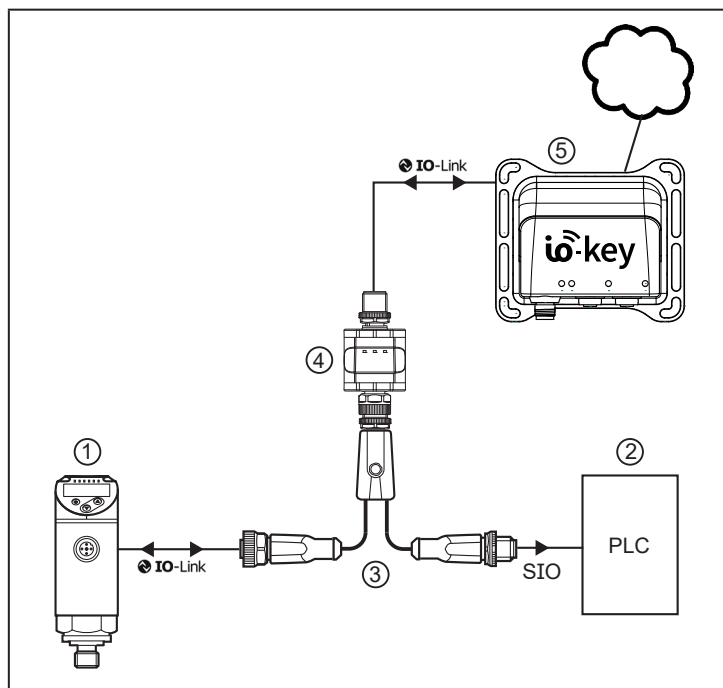

Fig. 4.2 : Exemple d'une intégration dans le système
Dans la configuration selon fig. 4.2, le répartiteur de données (4) met l'appareil IO-Link (1), initialement opéré en mode SIO, dans le mode IO-Link et connecte la communication IO-Link ainsi créée avec le maître IO-Link (5).
A la livraison, le maître IO-Link ((5) dans fig. 4.2) ne peut accéder à l'appareil IO-Link raccordé (1) qu'en écriture. L'accès en écriture n'est possible qu'après l'enlèvement explicite de la protection en écriture.
Distance maximale entre (3) et (2), fig. 4.2 : → Données techniques des câbles de raccordement et d'autres composants raccordés. Maximum 30 m.
- Raccorder l'appareil selon fig. 4.2 avec le câble en Y AA047 à l'appareil IO-Link, à l'installation et au maître IO-Link.